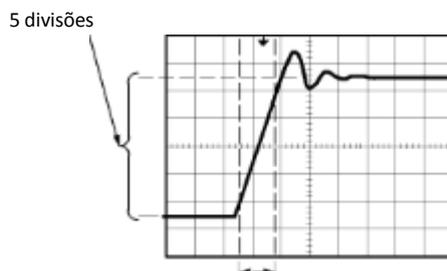

Figura 2.15: Figura que deve ser observada para medida do tempo de subida.
- Ajuste a escala vertical de maneira que a amplitude da onda quadrada seja exatamente 5 divisões (ver figura 2.15).
- Usando os cursores do tipo “Tempo” posicione o cursor 1 no ponto em que a forma de onda cruza a segunda linha da graticula abaixo do centro da tela (ver Figura 2.15). Esse é o nível de 10% da forma de onda.